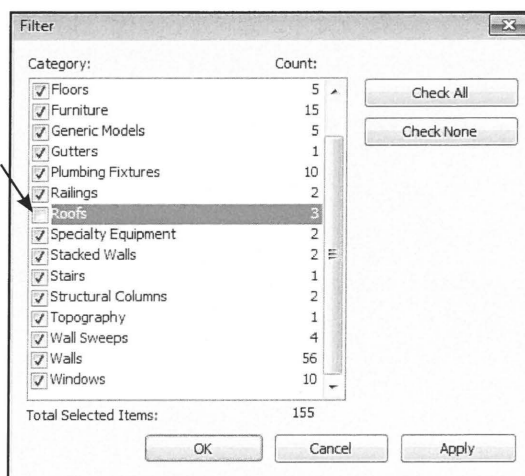

Fig. 15.07. Fjern fluebenet i *Roofs* og klik *OK*.
- Fjern nu fluebenet i *Roofs*, da det er denne vi gerne vil have til at være tilbagelagt og derefter ikke skal skjules (Fig. 15.07) og klik *OK*.